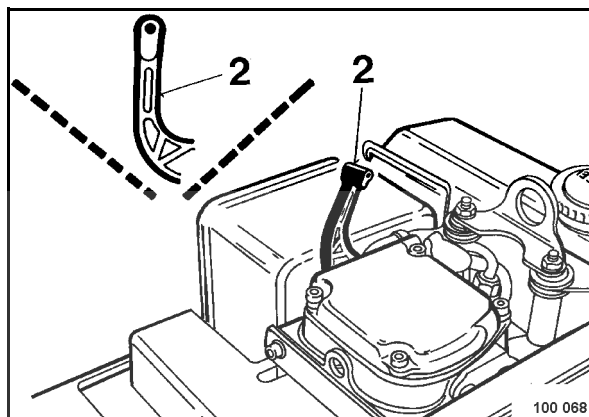

fig. 27
Le levier de décompression (2) (fig. 27) est à nouveau sur sa position initiale après le 5ème tour de manivelle.